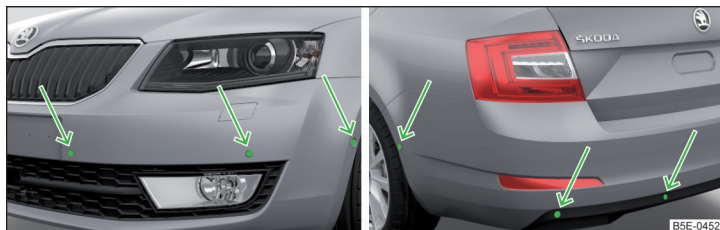

Fig. 148 Locul de amplasare al senzorilor cu ultrasunete: față/spate
- Mențineți senzorii sistemului » fig. 148 la pagina 141 curați, fără zăpadă sau gheață și nu îi acoperiți cu niciun fel de obiecte, pentru a nu limita funcționarea sistemului.
Sistemul calculează cu ajutorul undelor de ultrasunete distanța dintre bara de protecție și un obstacol. Senzorii cu ultrasunete se găsesc în bara de protecție spate, respectiv și în bara de protecție față, în funcție de dotarea autovehiculului » fig. 148.